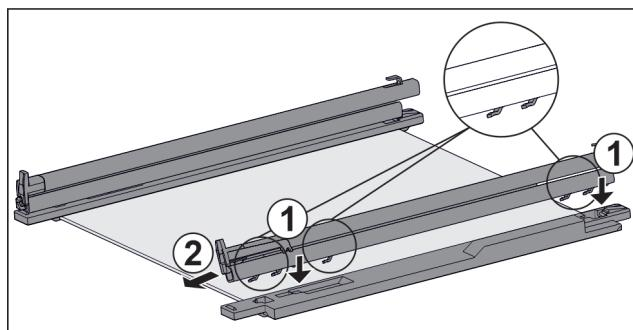

Fig. 38 Стеклянная пластина с направляющими и крепежными элементами
- ▶ Поместите крючки направляющей в отверстия **левого** крепежного элемента. Fig. 38 (1)
- ▶ Потяните направляющую вперед. Fig. 38 (2)
- ▶ Поместите крючки направляющей в отверстия **правого** крепежного элемента. Fig. 38 (1)